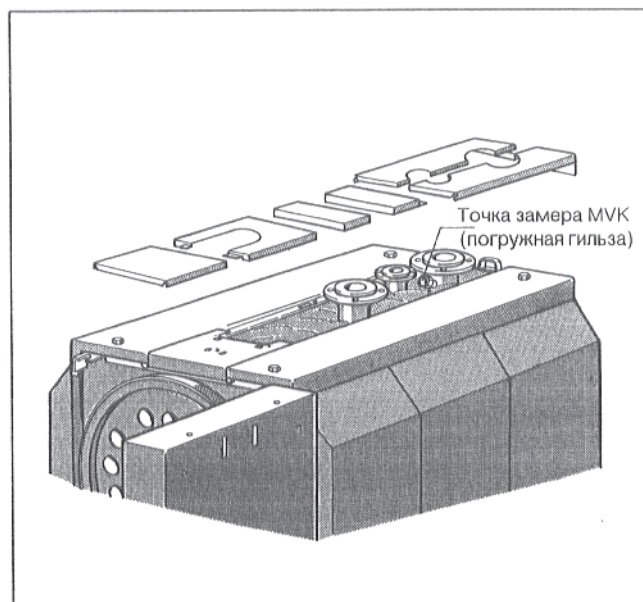

Рис. 23
- Ввести датчик до упора в погружную гильзу точки замера MVK (Рис. 23).